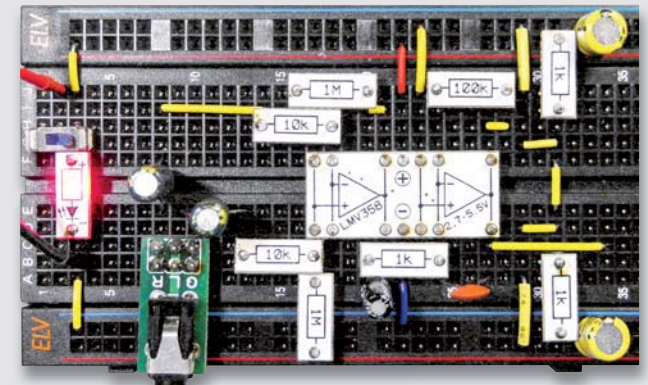

Bild 7: Zuletzt müssen noch alle Widerstände eingesetzt werden. Fertig ist der EMG-Verstärker mit Bauelementen aus den Prototypenadapter-Sätzen.
- Sind alle Drahtbrücken richtig eingesetzt? Einige Drahtbrücken sind im Aufbaubild (Bild 7) durch andere Bauelemente verdeckt. Hier mit dem Schaltplan überprüfen!